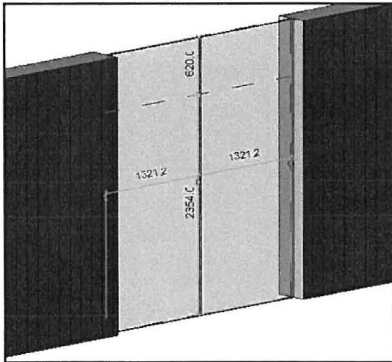

Fig. 17.08. Lav vandrette opdelinger ved at holde musen hen over de lodrette sider af glasset.
- Lav en vandret opdeling, ved at holde musen langs de lodrette sider på glasset. Klik når den vandrette opdeling har det ønskede mål. Fx. som på Fig. 17.08.